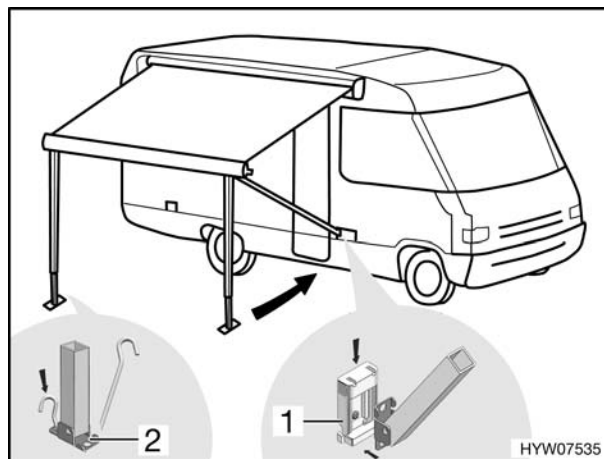

Fig. 41 Fissaggio dei montanti di supporto
- Incastrare i montanti di supporto nei supporti (Fig. 41,1) sull'autocaravan oppure fissarli sul terreno con dei puntelli (Fig. 41,2).